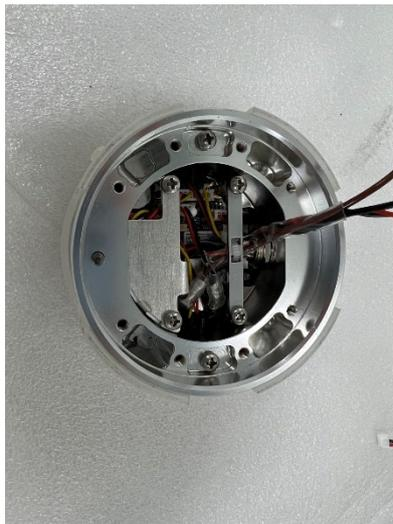

图 3-27: 连接手腕 3 关节和末端法兰的电线
2. 将末端法兰的定位销孔对准安装在手腕 3 关节的法兰轴定位销并插入,如图 3-27 所示;